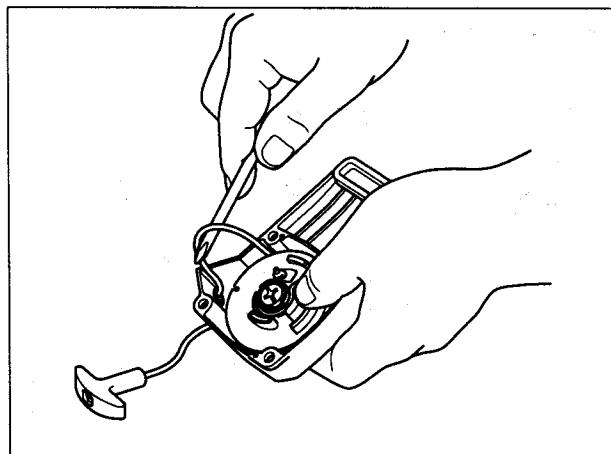

図1
- (1) リコイルスタータをエンジンから取り外してください。
- (2) スタータノブを引き出し、リールの切欠き部がスタータロープの出口に来た所で、リールの回転部を図1の様に親指で押さえ、ドライバー等でスタータロープをリコイルスタータの内側に引き出します。次に切欠き部を利用して、親指でリールの回転を制御しながら矢印の方向に回転が止まるまで巻き戻してください。
(1) 2~3回スタートノブを引いてみてください。
① スタータノブが重くて引けない場合は、部品等が指示通り組み込まれているか、再確認してください。
② ラチェットが作動しない場合は、スプリング等の部品が欠品していないか、再確認してください。
(2) スタータノブを引きスタートロープを一杯まで引き出してください。
① リールのロープ収納溝にスタートロープが残っている場合は、スパイラルスプリングに無理が掛かっているので、スタートロープを図1の要領で1~2巻戻してください。
② スタータロープの戻りが弱い又は、スタートノブが途中で垂れ下がる場合は、回転部及び摩擦部にグリス注入してください。